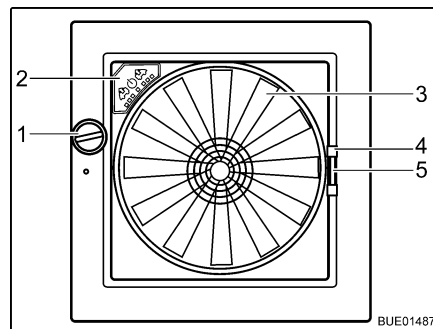

Bild 91 Taklucka Omni-Vent
- Öppna:** ■ Vrid på vredet (Bild 91,1) tills önskad öppningsvinkel har nåtts.
- Stänga:** ■ Vrid på vredet (Bild 91,1) tills takluckan är helt stängd.
- Stänga:** ■ Dra insektsskyddet i handtaget (Bild 91,4) till motstående ramsida.
- Tryck ihop mörkläggningsgardinens handtag (Bild 91,5).
- Fläkt** När takluckan är öppen kan kupén ventileras och vädras med fläkten (Bild 91,3) i 6 nivåer. Fläkten regleras via reglagen (Bild 91,2).